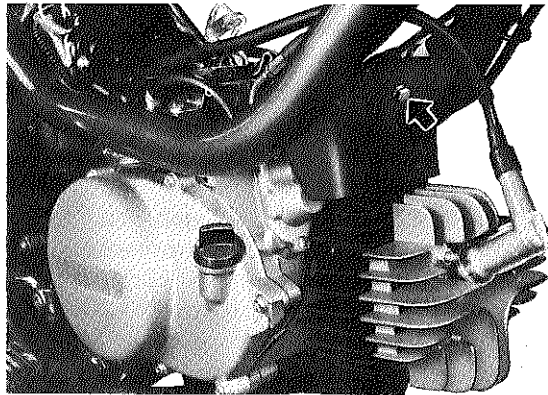

Fig. 3-1-2
7. Remove panel cover and front cover (Fig. 3-1-2)
7. Enlever le couvercle du panneau et le couvercle avant (Fig. 3-1-2)
7. Abdeckung und Frontdeckel entfernen. (Fig. 3-1-2)